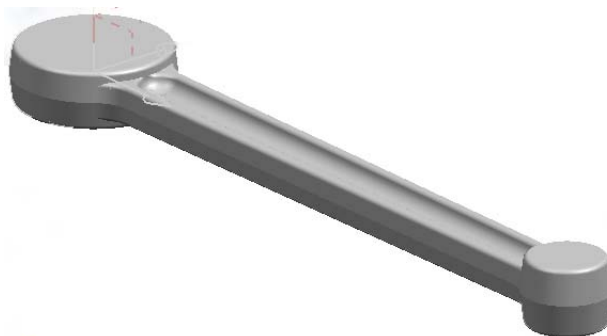

Рис. 43. Поковка шатуна
Сделав текущим последний элемент навигатора детали – Unite (14), получим трехмерную модель поковки шатуна (рис. 43). Сохраним построенную деталь – выбираем иконку  на панели инструментов.